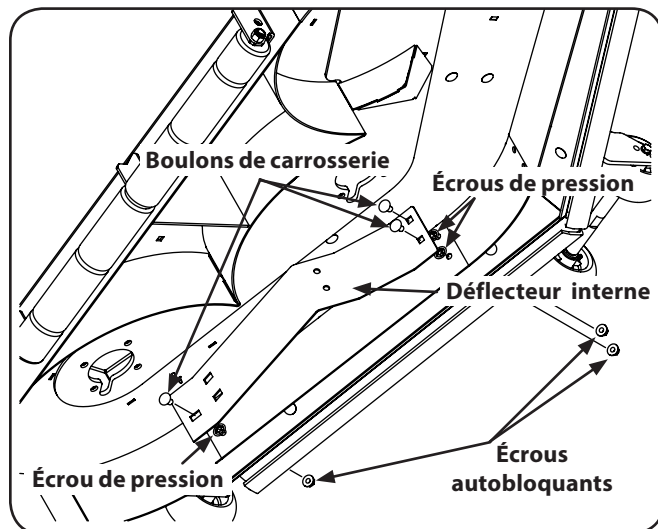

Figure 6-7
1. Si vous coupez de l'herbe abondante, retirez les boulons de carrosserie, les écrous de pression et les écrous autobloquants qui fixent le déflecteur au plateau de coupe. Voir Figure 6-7.